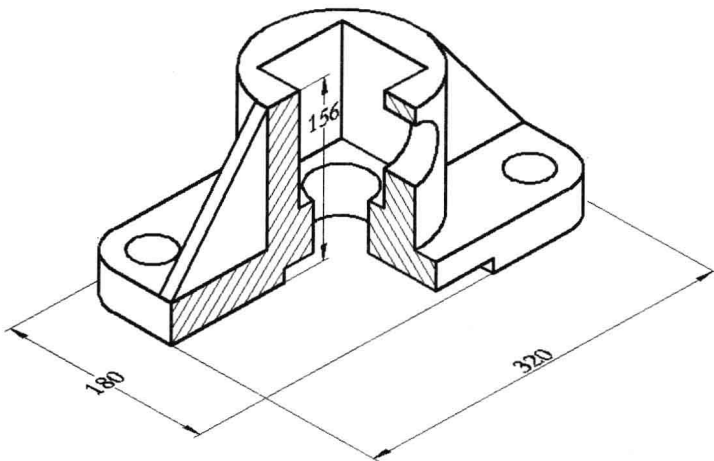

图 9-6-25
(15) 由于底面尺寸标注对象与轮廓线会视觉显示相交，单击标注对象，移动夹点位置，最后效果如图 9-6-25 所示。